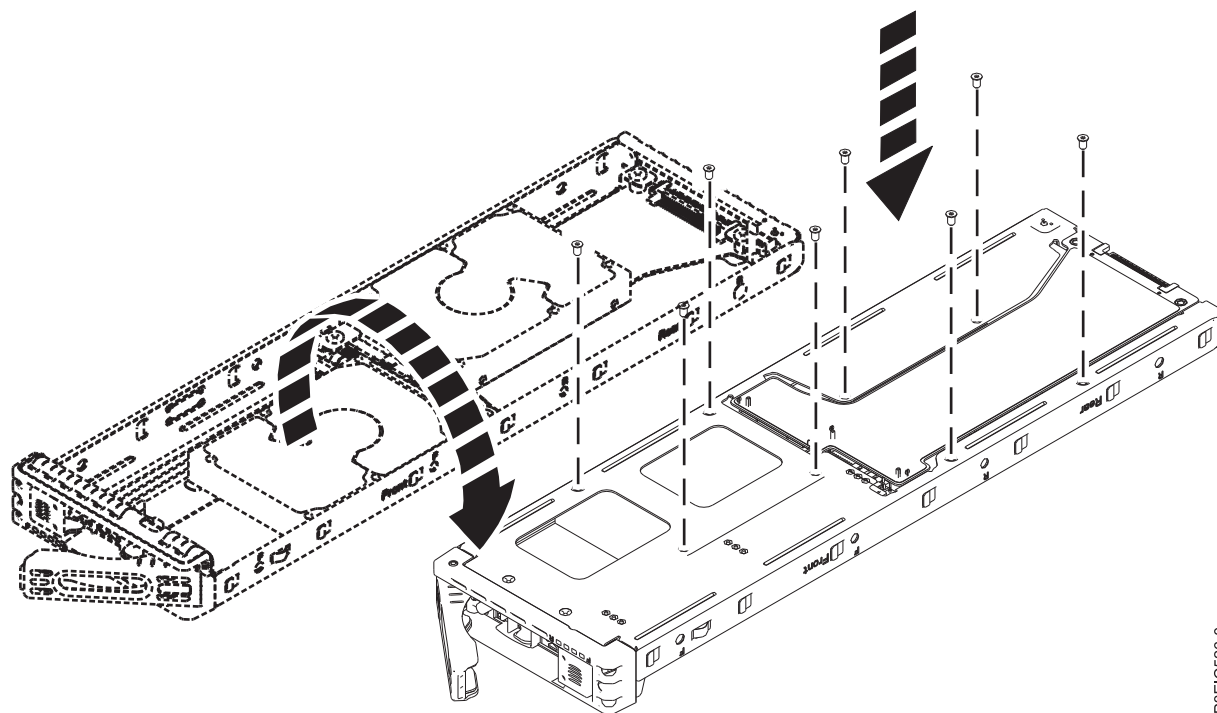

図 17. 2.5 型ドライブのねじの位置
- c. 4 本のねじを使用して、トレイの底面にドライブを固定します (図 17 を参照)。